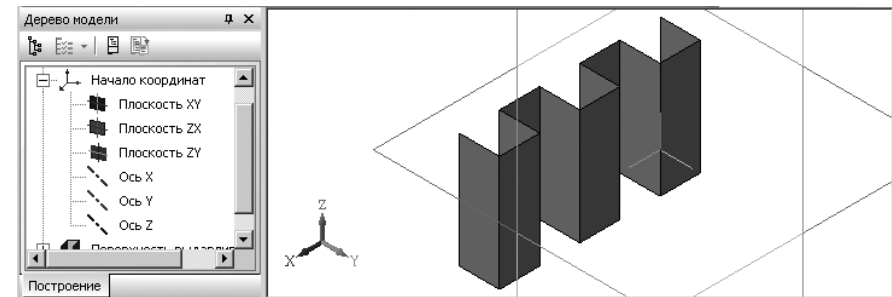

Рис. 7.111. Пример поверхности выдавливания
- щелкните на панели инструментов **Вид** по кнопке **Полутоновое**. Появится искомая поверхность в полутоновом виде (рис. 7.111).